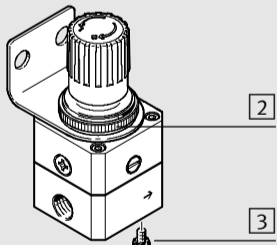

Bild 2 / Fig. 2
- In explosionsfähiger Gas- oder Staubatmosphäre (nur LRP-¼-...-EX4): Erden Sie das LRP mit beiliegender Erdungsschraube [3] (→ Bild 2).